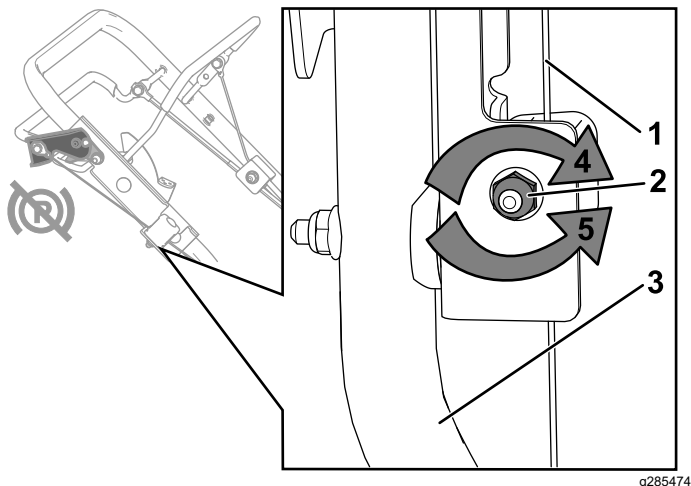

Figura 51
2. Rode a porca de ajuste no sentido contrário ao dos ponteiros do relógio para folgar o ajuste do cabo (Figura 51).
3. Ajuste a tensão do cabo (Figura 51) empurrando-o ou puxando-o e mantendo a posição.